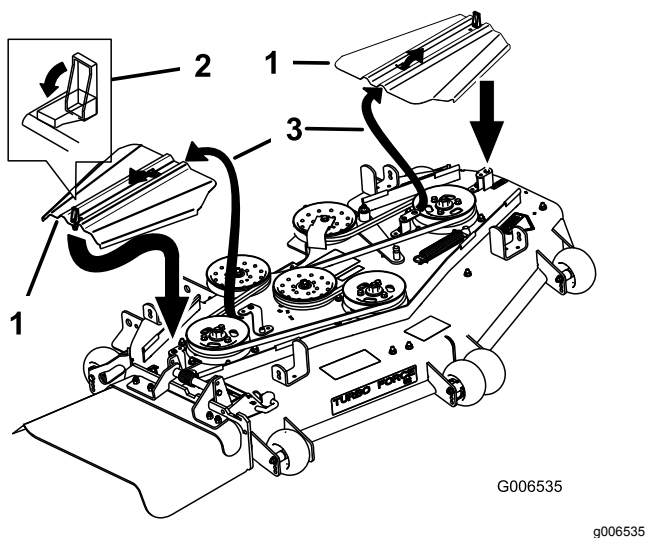

Figure 73
12. Posez les couvercles en les insérant dans la languette, vissez les boulons en place et fermez les fixations (Figure 73).